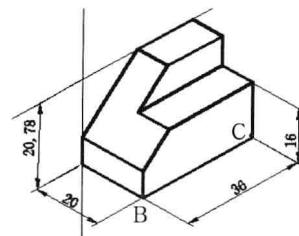

图 7-4-19
(15) 单击“倾斜”按钮 F ，单击高度标注，按 Enter 键。捕捉并单击 B 点和 C 点，倾斜效果如图 7-4-19 所示。